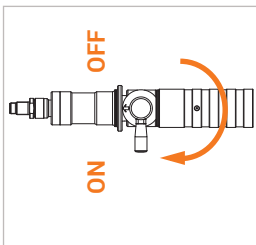

Figure 11
- ▶ Tournez le levier de commande (pos. 3) du nozzle de ravitaillement de 180° en position ON (Figure 11). **Si le levier de commande ne tourne pas facilement, déconnecter à nouveau le réceptacle de service WEH® et le remettre en place.**